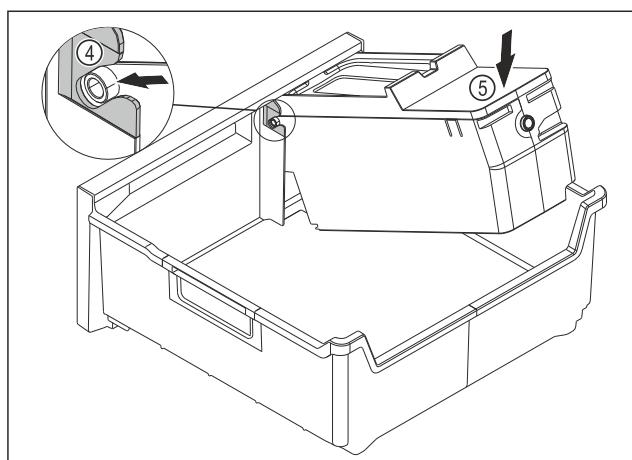

Fig. 140
- Встановіть корпус EasyTwist-Ice: Вставте осі корпусу EasyTwist-Ice в напрямні Fig. 140 (4).
- Натисніть на корпус EasyTwist-Ice Fig. 140 (5) ззаду вниз.